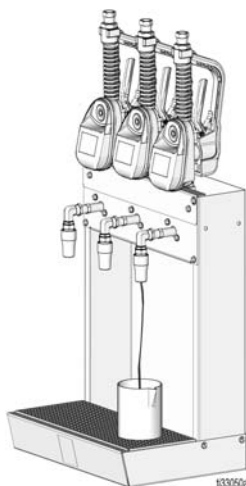

FIG. 18
2. Coloque un recipiente bajo la válvula de drenaje en el dispensador de aceite (FIG. 18). Abra la boquilla.
3. Apriete el gatillo para dispensar tanto fluido como sea posible del que quede en la línea (FIG. 18).